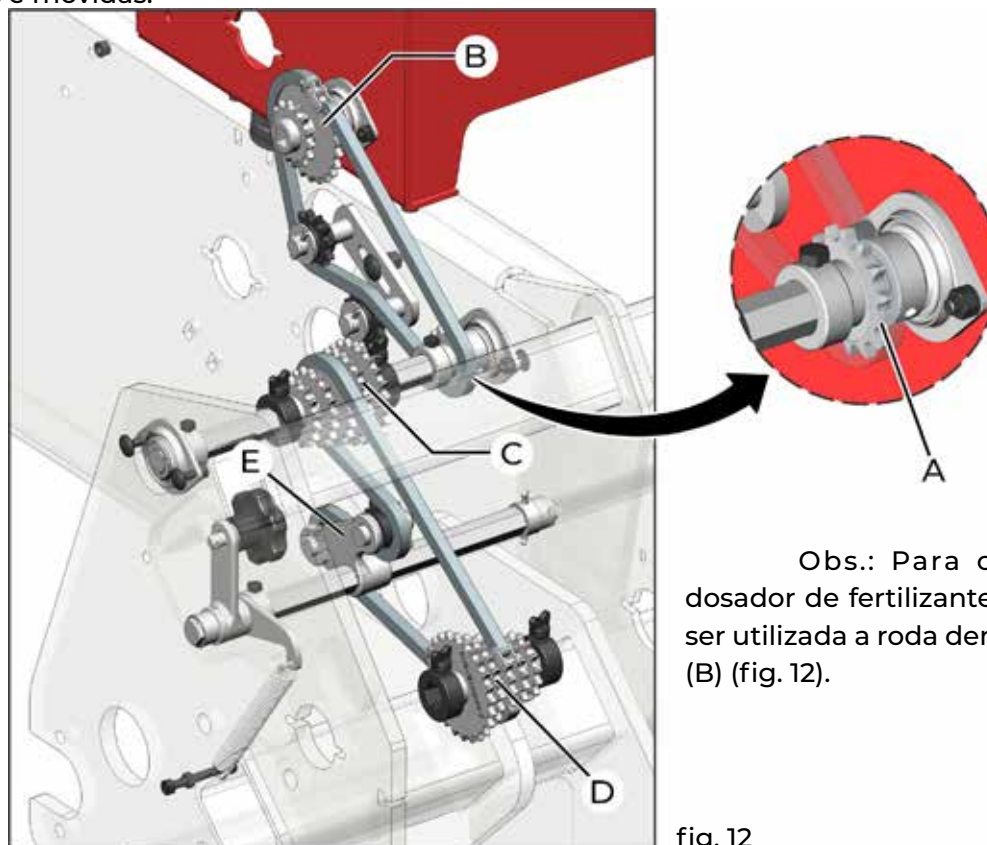

fig. 12
A regulagem da quantidade de fertilizante em Kg/ha é realizada por meio do intercâmbio de roda dentada motriz Z14 (A) (fig. 12) e roda dentada movida Z14/24 (B), do “pinheirinho” movido (C) e motriz (D).
Obs.: Para configuração com dosador de fertilizante Toplanting, passa a ser utilizada a roda dentada movida Z14/32 (B) (fig. 12).